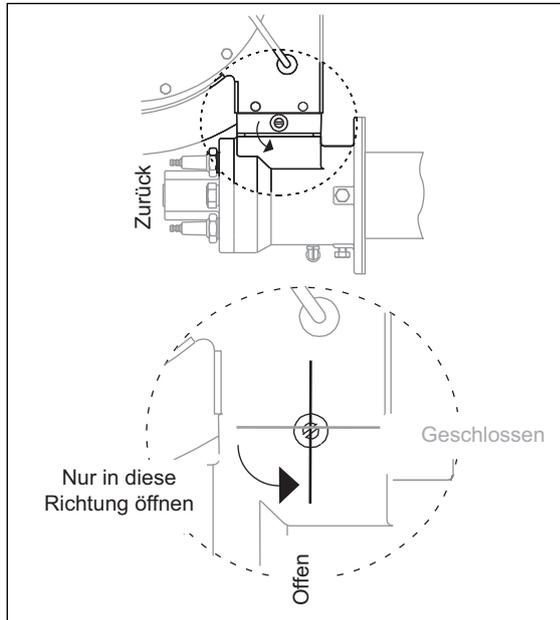

Abbildung 4.1. Luftdrosselventil
8. Überprüfen Sie, dass der Stellmotor das Luftdrosselventil zur Rückseite des Brenners hin gemäß Abb. 4.1 öffnet. Sollte dies nicht der Fall sein, verweisen wir auf das Informationsmaterial zum Stellmotor, um Anweisungen dazu zu erhalten, wie die Richtung umgedreht werden kann.